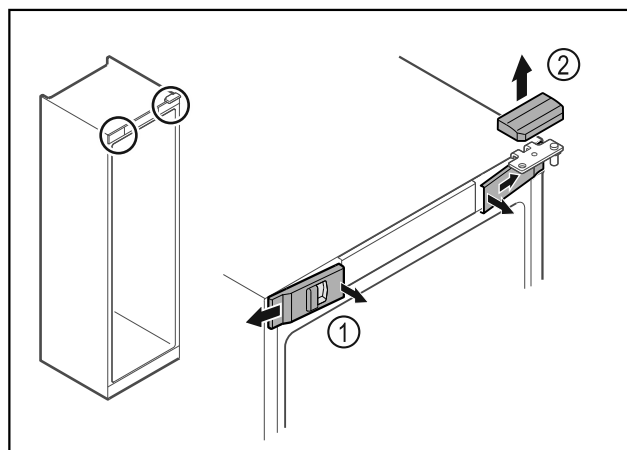

Fig. 18
- Izvadite prednje poklopce Fig. 18 (1) iznutra i skinite ih na stranu.
- Skinite gornji poklopac Fig. 18 (2) prema gore.